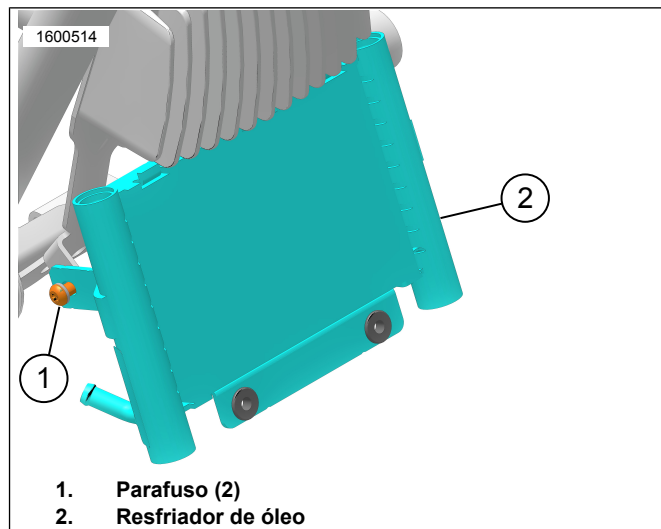

Figura 2. Parafusos do resfriador de óleo
2. Veja a figura 2. Remova os parafusos (1).
- a. Veja a figura 2. Instale e aperte os parafusos (1).